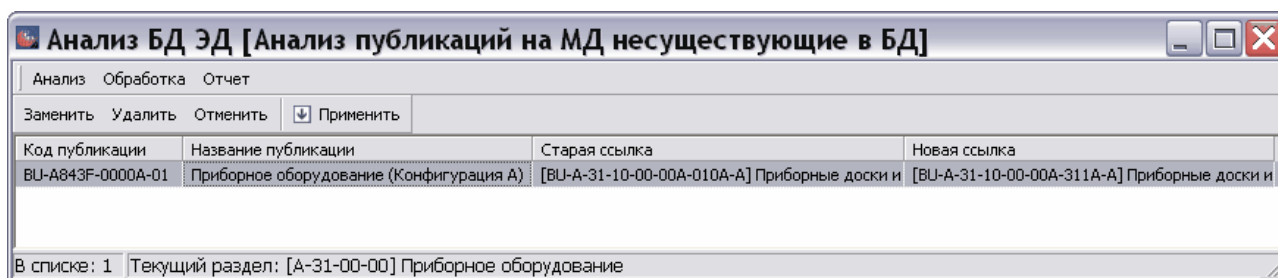

Рис. 21.108
5. Нажмите на кнопку **Выбрать**. После этого произойдет возврат в окно **Анализ публикаций на МД несуществующие в БД**. В столбце **Новая ссылка** появится текст ссылки на МД с измененным кодом (Рис. 21.108).